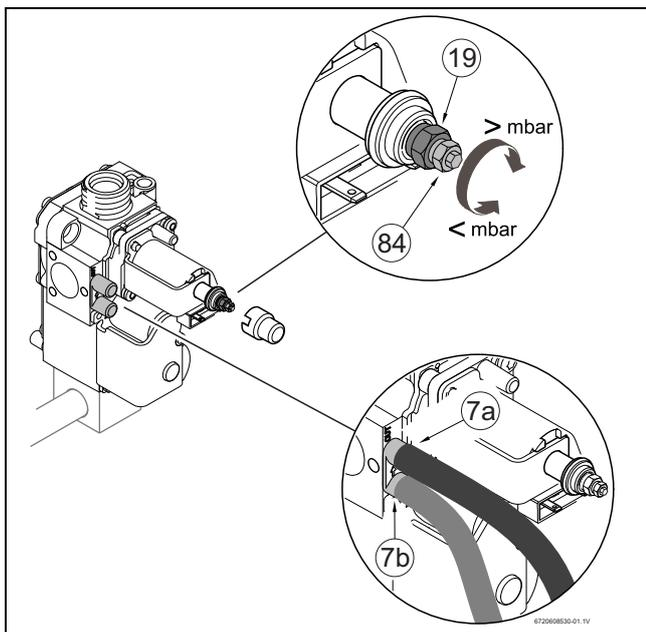

Fig. 28 Válvula de gás
- ▶ Desmontar a cobertura do parafuso de regulação do gás (19) (Fig. 28).